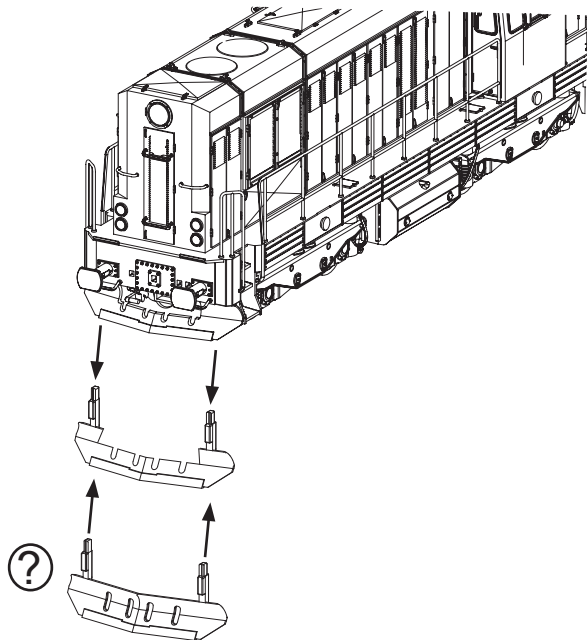

Fig. 3
2. Schmierung: Versehen Sie die im Schmierplan in Fig. 5 gekennzeichneten Stellen mit nur **kleinen Öltropfen**. Dazu zuerst das Lokgehäuse abnehmen (Fig. 3). Wir empfehlen den **ROCO Öler Art.-Nr. 10906**. Fürs Schmieren der Getriebeteile (Zahnräder, Schnecke) empfehlen wir das **ROCO-Spezialfett Art.-Nr. 10905**. Im Falle der Schmierung diese Teile **nicht ölen**.
Mehrzugbetrieb: Zuerst Lokgehäuse abnehmen (Fig. 3). Danach den Brückenstecker aus der Schnittstelle entfernen (diesen sorgsam aufbewahren). Danach den Stecker des Decoders lagegerecht einsetzen (Fig. 7).
2. Lubrication: Apply **tiny oil drops** to spots marked in fig. 5. Prior to lubrication dismantle locomotive (fig. 3). We recommend using item no. **10906, Roco oiler**. For lubrication the gearparts (e.g. cogwheels, worm) we would recommended our Roco **special grease** (item no. **10905**).
2. Graissage: N'appliquez **qu'une tout petite goutte** aux endroits indiqués par le plan de graissage (fig. 5) après avoir démonté la caisse de la locomotive (fig. 3). Nous vous recommandons **le graisseur à huile Roco réf. 10906**. Pour graisser les engrenages (roues dentées, vis sans fin) nous vous conseillons la **graisse spéciale Roco réf. 10905** pour engrenages en matières synthétiques. Lorsque vous utilisez cette graisse il faut éviter d'huiler ces composants.
1. siehe see voir } Fig.3